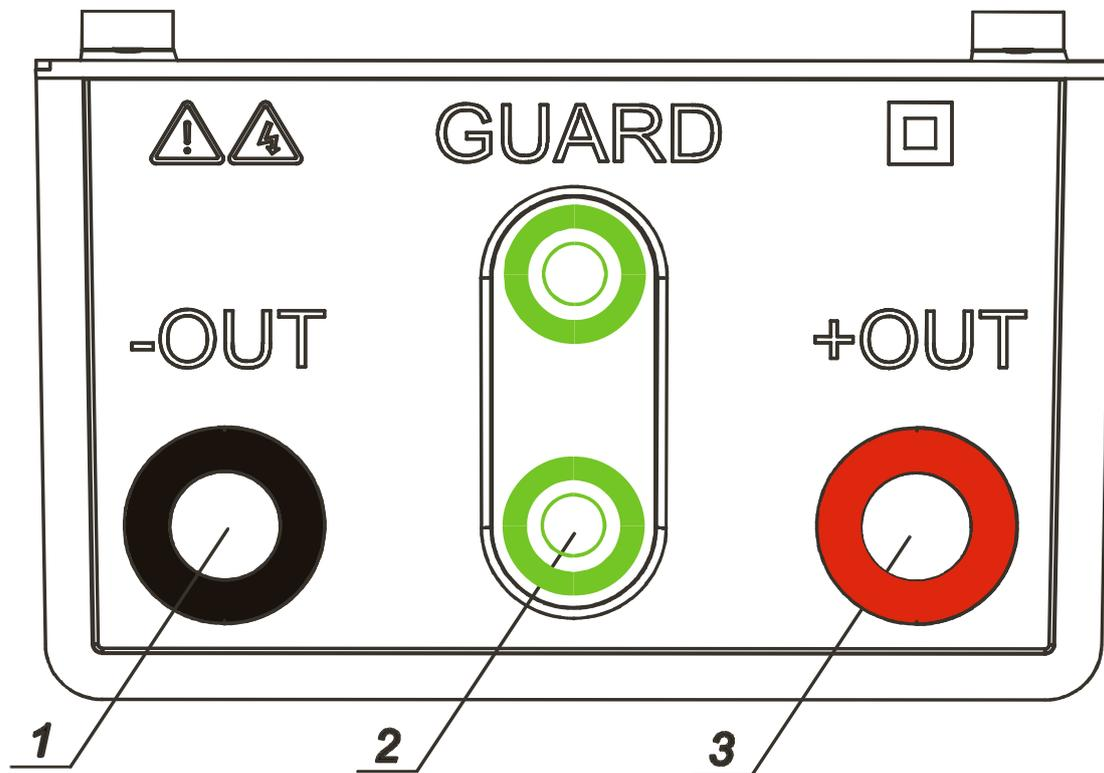

Bild 3. Anschluss für Prüflleitungen
- Anschluss für Prüflleitungen über vier Sicherheitsbananenbuchsen (**Bild 3**),